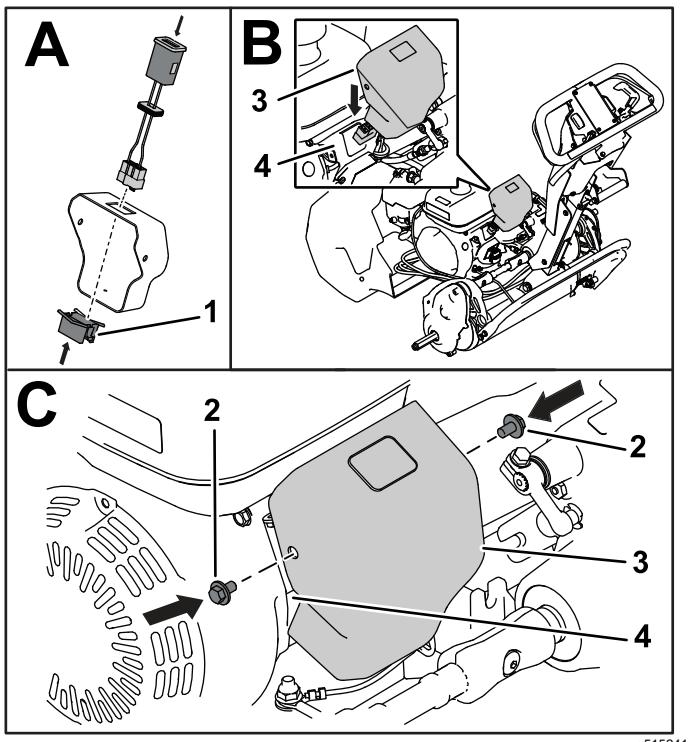

Figura 4
5. Utilize o clipe para instalar o CHSF na tampa. Encaminhe a cablagem do conta-horas sem fios através do suporte (Figura 4).
6. Instale a tampa no suporte e as conexões com fio com 2 parafusos flangeados conforme mostrado na Figura 4.